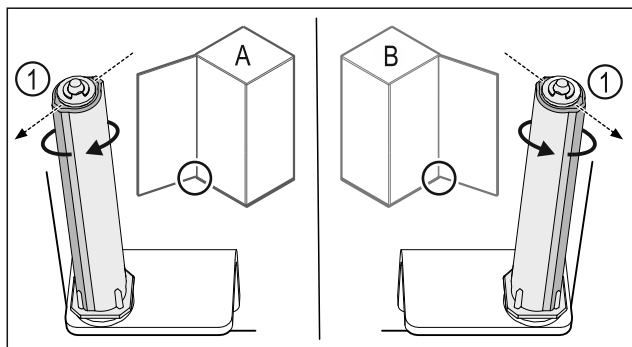

Fig. 45 Kreisais atbalsts (A) / labais atbalsts (B)
- Griežiet slēgšanas sistēmu pret pretestību, līdz slēgšanas sistēmas balstiņš Fig. 45 (1) ir vērsts uz augšu.